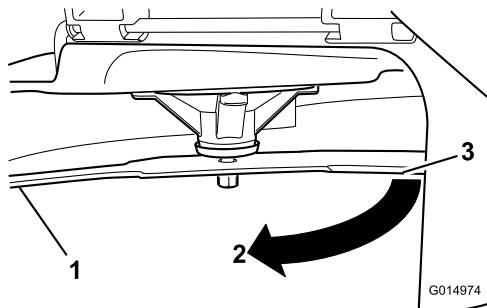

Figura 55
3. Segunda distancia medida entre cuchilla y superficie (B)
4. Gire la misma cuchilla 180 grados de manera que el otro extremo esté en la misma posición (**Figura 55**).